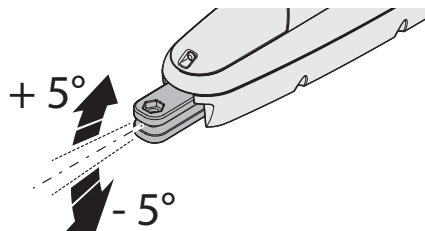

Fig. 5
N.B. : si l'étrier arrière n'est pas parfaitement à niveau la partie arrière basculante permet de compenser +/- 5° si les étriers ne sont pas dans le même axe (fig. 5).